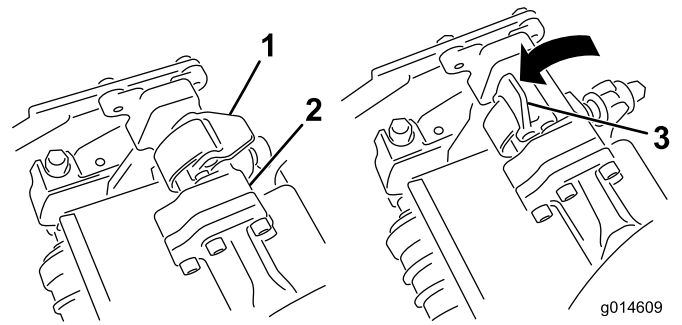
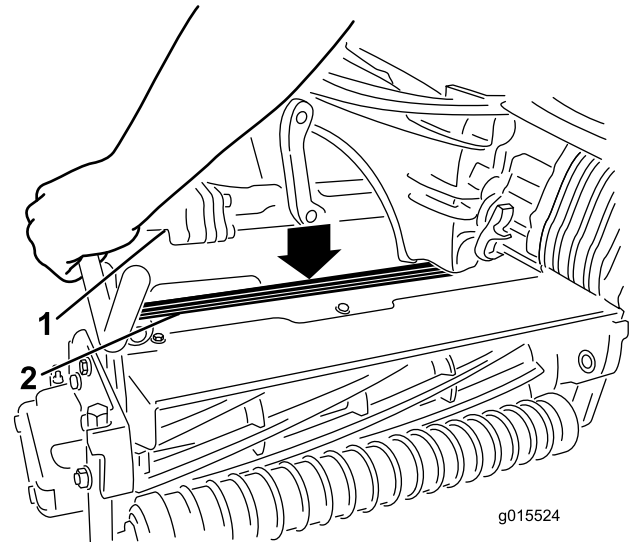

Figura 35
Figura 36
4. Com os fechos na barra do braço de suspensão a apontar para cima (i.e., abertos) (Figura 35), empurre o braço de suspensão para baixo de forma a que a barra passe pela barra através da parte superior da unidade de corte (Figura 36).
5. Feche os fechos para baixo e em redor da barra da unidade de corte e bloqueie-os no sítio (Figura 35).
- Abra os fechos na barra do braço de suspensão da unidade de corte que está a remover (Figura 35).